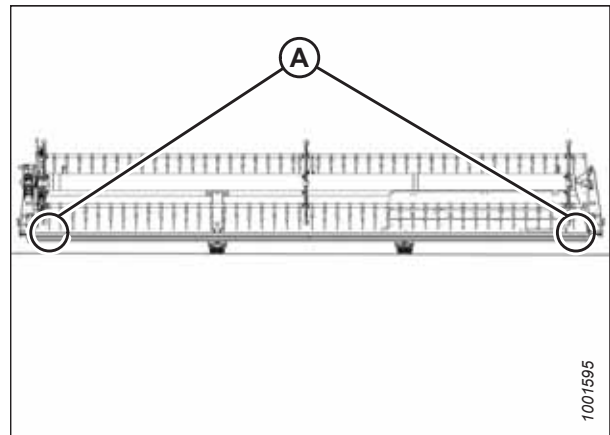

Figura 4.279: Ubicaciones de medición de FlexDraper®: molinete simple
- Plataformas de molinete simple: Figura 4.279, página 654